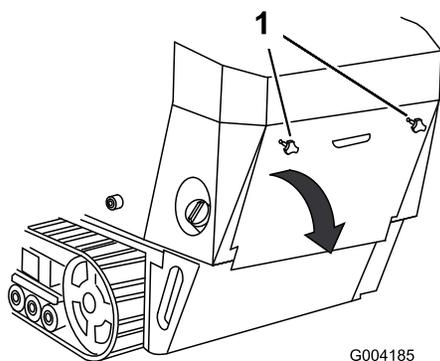

Рисунок 27
1. Выверните 2 маховичка, которые крепят заднюю крышку доступа к машине (Рисунок 27).
2. Для того чтобы получить доступ к внутренним деталям, наклоните заднюю крышку доступа и снимите ее (Рисунок 27).